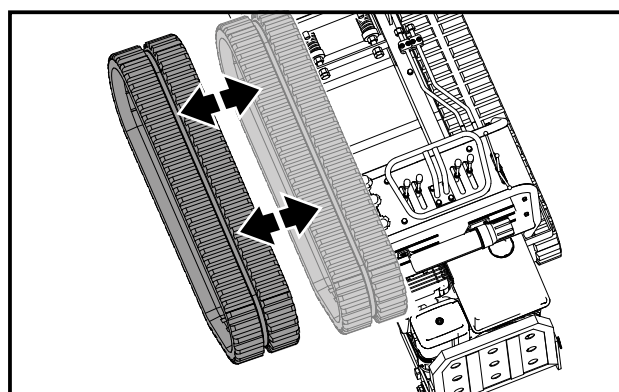

Figure 22
4. Retirez la chenille. Voir figure 22.